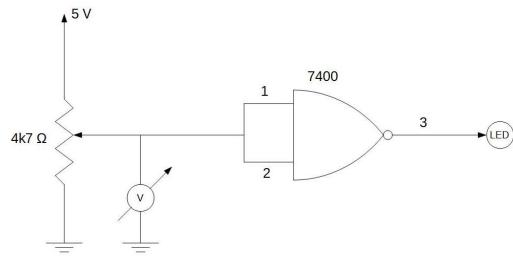

Figura 1: Esquema elétrico com 7400.
- Montar o circuito da figura 1.